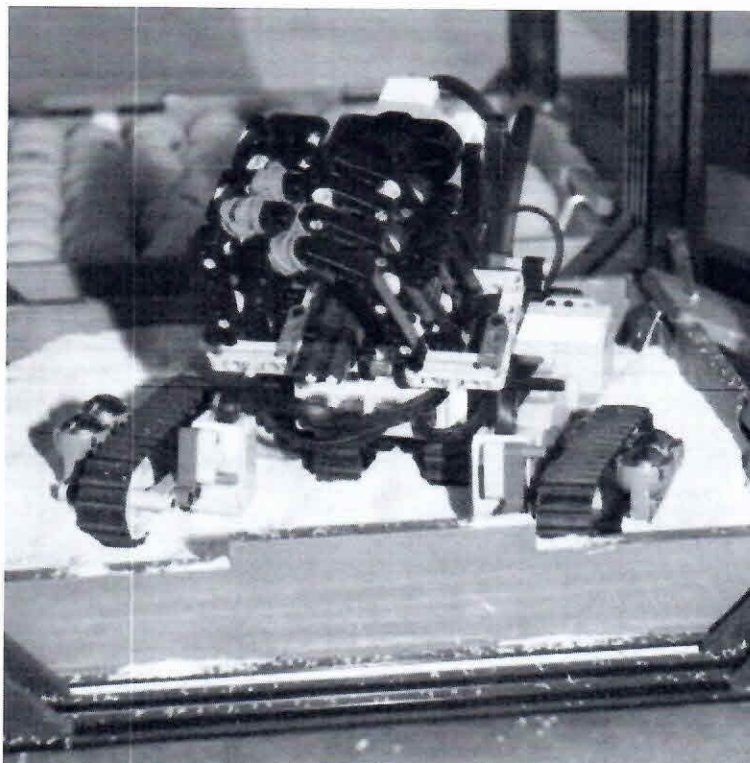

Рисунок 7 - «Песок»
1.5.6. **Песок** – участок, представляющий собой короб, наполненный песком (рисунок 7). Габариты короба 340x340x40. Высота песчаного слоя колеблется в пределах 10-30 мм.